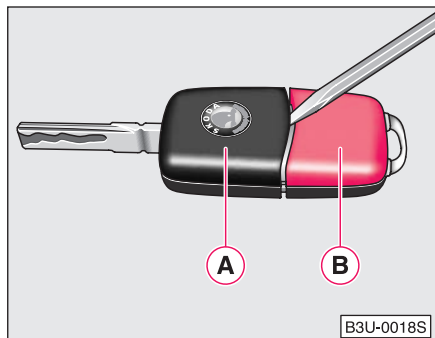

Fig. 19 Deschiderea clapetei pentru separarea cheii
Fiecare cheie cu telecomandă conține o baterie, care se introduce în partea (B) a telecomenzii ⇒ Fig. 19.
- Extrageți ușor partea cu cheia (A) ⇒ Fig. 19, din partea de telecomandă (B), cu ajutorul unei șurubelnițe foarte subțiri.